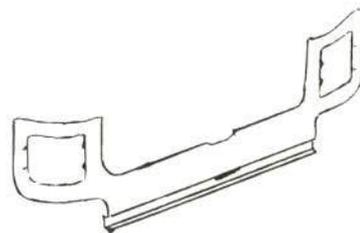

Fig. 15
- *Faldón trasero* (fig. 15). Soldado mediante veintiséis puntos a la travesía inferior, diez puntos a cada uno de los costados, y ocho puntos de soldadura a cada pase de rueda. Su accesibilidad para la repa-